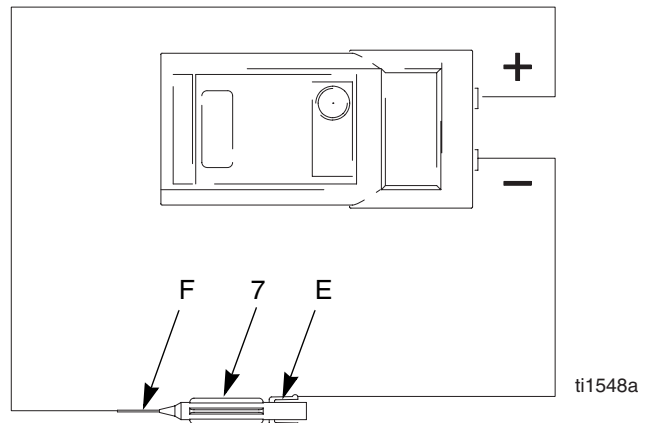

Abb. 18. Elektrode
4. Die Elektrode (7) ausbauen; siehe Seite 35. Den Widerstand zwischen dem Kontakt (E) und dem Elektroden- draht (F) messen. Der Widerstand sollte zwischen 20 und 30 Megaohm liegen. Liegt der Widerstand außerhalb dieses Bereichs, muss die Elektrode ausgetauscht werden. Siehe Abb. 18.